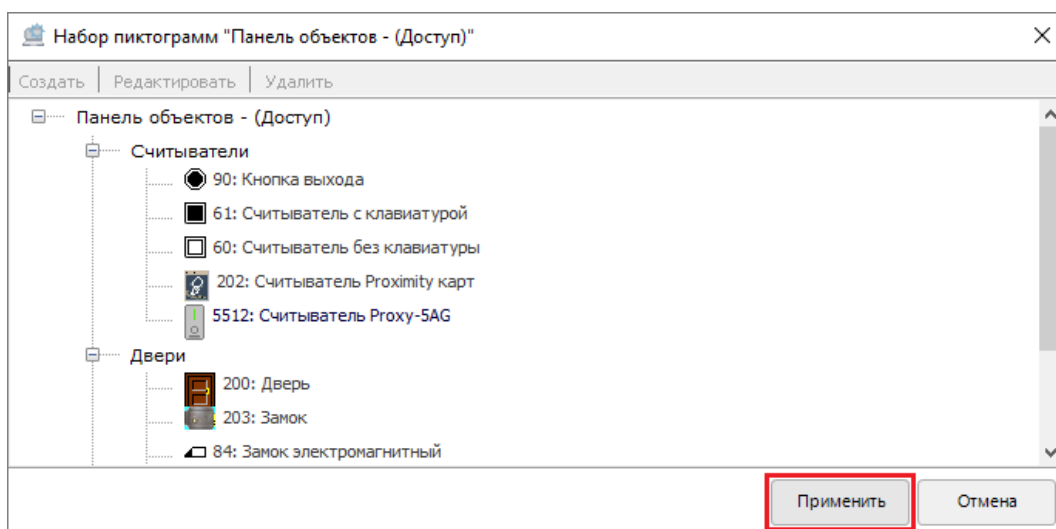

Рисунок 6-512 Подтверждение добавления новых пользовательских видов пиктограмм и соответствующих им кнопок
- 6) для сохранения изменений нажмите в окне редактора «Набор пиктограмм» кнопку «Применить» (см. Рисунок 6-512) (чтобы отказаться от изменений необходимо нажать в окне редактора «Набор пиктограмм» кнопку «Отмена»).